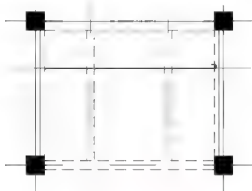

图 5.54 绘制受力钢筋 1
- ⑤ 在指定下一个点或 [圆弧 (A)/ 半宽 (H)/ 长度 (L)/ 放弃 (U)/ 宽度 (W)]：提示下，捕捉辅助线和 1/6 轴线外墙的内墙线的交点。
- ⑥ 在指定下一个点或 [圆弧 (A)/ 半宽 (H)/ 长度 (L)/ 放弃 (U)/ 宽度 (W)]：提示下，输入“A”并按 Enter 键，表示要画圆弧。
- ⑦ 在指定圆弧的端点或 [角度 (A)/ 圆心 (CE)/ 闭合 (CL)/ 方向 (D)/ 半宽 (H)/ 直线 (L)/ 半径 (R)/ 第二个点 (S)/ 放弃 (U)/ 宽度 (W)]：提示下，输入“A”并按 Enter 键，表示要以指定角度的方法画圆弧。
- ⑧ 在指定包含角：提示下输入“180”并按 Enter 键，指定圆弧的旋转角度为逆时针 180°。
- ⑨ 在指定圆弧的端点或 [圆心 (CE)/ 半径 (R)]：提示下，打开【正交】功能，将光标垂直向上拖动，然后输入“100”。
- ⑩ 在指定圆弧的端点或 [角度 (A)/ 圆心 (CE)/ 闭合 (CL)/ 方向 (D)/ 半宽 (H)/ 直线 (L)/ 半径 (R)/ 第二个点 (S)/ 放弃 (U)/ 宽度 (W)]：提示下，输入“L”并按 Enter 键，表示要画直线。
- ⑪ 在指定下一个点或 [圆弧 (A)/ 半宽 (H)/ 长度 (L)/ 放弃 (U)/ 宽度 (W)]：提示下，向左水平拖动鼠标，然后输入“80”并按 Enter 键，结果如图 5.54 所示。